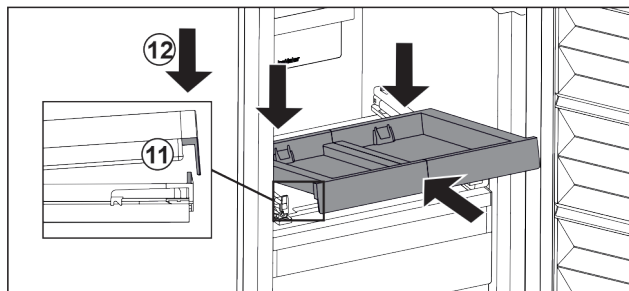

Fig. 108
- ▶ Lükake kaldu sisse. Pöörake tähelepanu sellele, et piiraja on mõlemal küljel aasa taga. Fig. 108 (11)
- ▶ Pange väljatõmbetahvel ees maha. Fig. 108 (12)